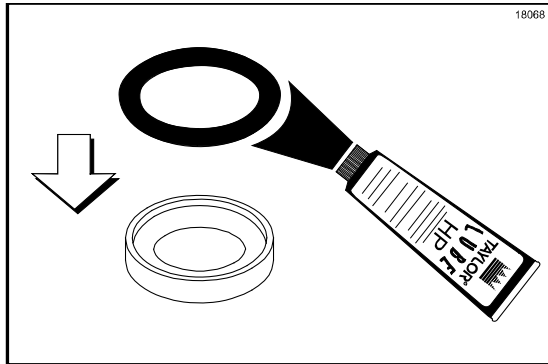

Figure 87
1. Lubrifier et installer le joint torique dans le joint (Cf. Figure 87).